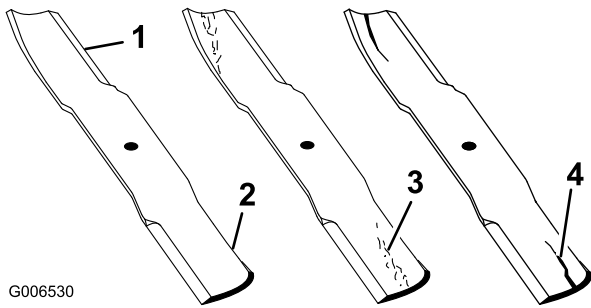

Figure 44
1. Examinez le tranchant des lames (Figure 44). Si elles ne sont pas tranchantes ou si présentent des indentations, déposez et affûtez les lames (voir Affûtage des lames).
2. Inspectez les lames, surtout la partie relevée (Figure 44). Remplacez immédiatement toute lame endommagée, usée ou qui présente une entaille (repère 3 de la Figure 44).